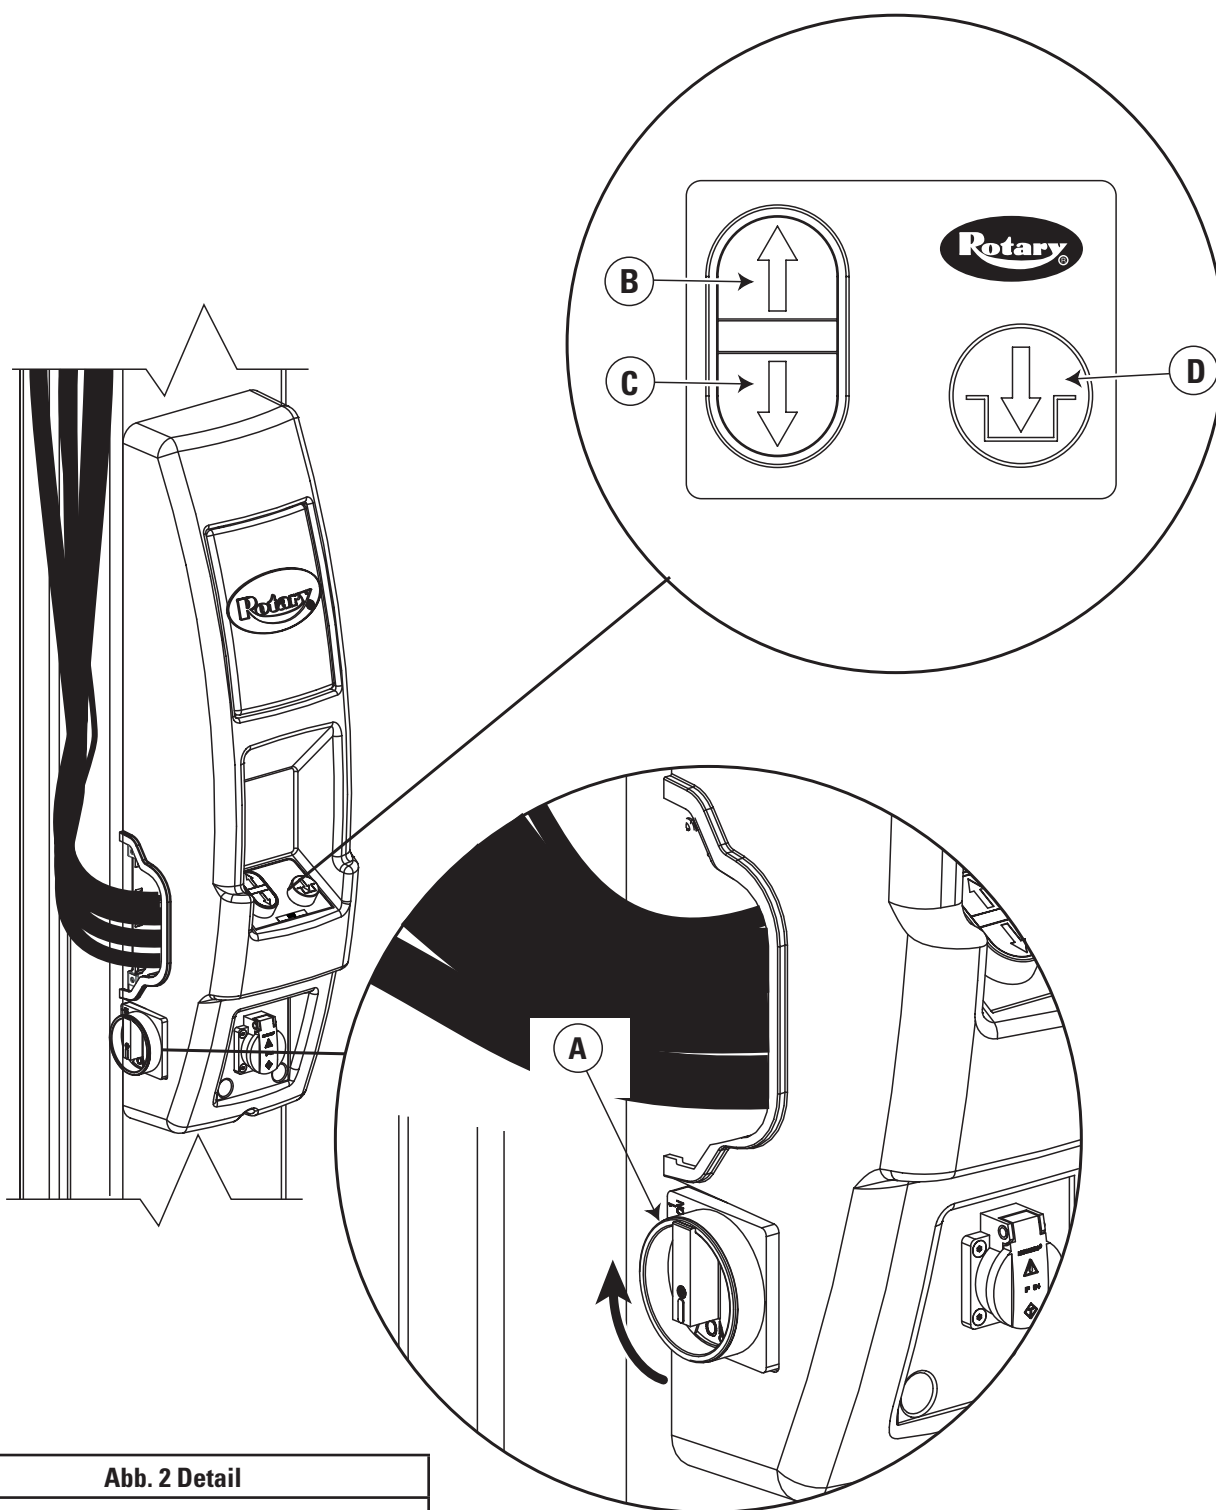

Abb. 2 Detail
- E-Stopp-Schalter auf Position „ON“ drehen (Abb. 1). Bei Hebebühnen der E-Serie E-Stopp-Schalter auf „ON“ drehen (Abb. 2).
- Bei Hebebühnen der E-Serie:  Auf Bedienfeld drücken (Abb. 2).